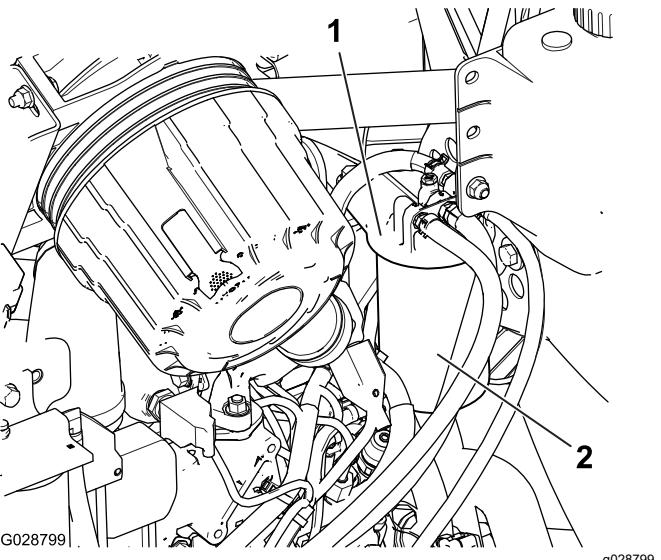

Bild 57
1. Reinigen Sie den Bereich um den Kraftstofffilterkopf (Bild 57).
2. Entfernen Sie den Filter und reinigen die Kontaktfläche (Bild 57).